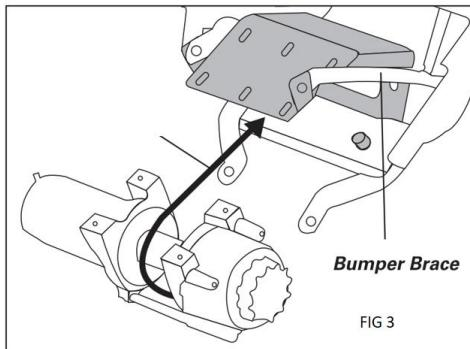

FIG 3
6. Drehen Sie die Winde so, dass die Befestigungslöcher nach oben zeigen, und schieben Sie sie anschließend von unten in die Halterung. Achten Sie darauf, dass das Windenseil unten (der der Halterung zugewandten Seite) herauskommt. (Siehe Abbildung 3.) Richten Sie die entsprechenden Befestigungslöcher aus und befestigen Sie die Winde mit den mitgelieferten Befestigungselementen.